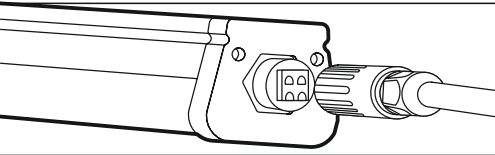

Рис. 3
- 5.13 Возьмите из комплекта поставки внешнюю часть быстросъемного разъема и пропустите через него кабель электропитания осветительного прибора (рис. 3).